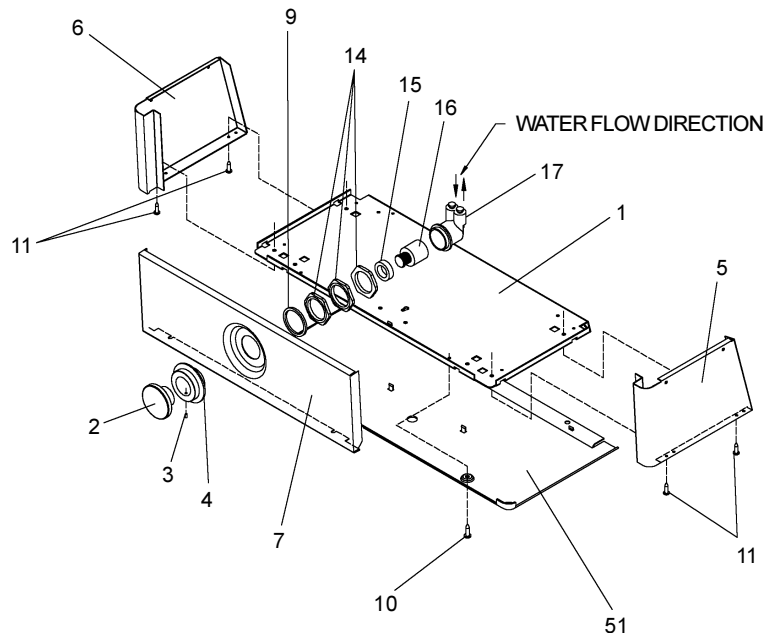

FIG2
SEE FIG. 2
- 8) Stream height is factory set at 45-50 PSI. If supply pressure varies greatly from this, adjust screw, accessible by removing Item 10, Fig. 2. CW adjustment will raise stream and CCW adjustment will lower stream. For best adjustment, stream should hit basin approximately 6-1/2" (165mm) from bubbler.
- 8) La pression du jet est réglée en usine 3,1 et 3,4 bars. Si la pression d'alimentation varie fortement de cette valeur, régler la vis, accessible en déposant l'article 10, fig. 2. Un réglage dans le sens des aiguilles d'une montre relève le jet, et un réglage dans le sens contraire l'abaisse. Pour un réglage optimum, le jet doit frapper le bassin à environ 165 mm du barboteur.